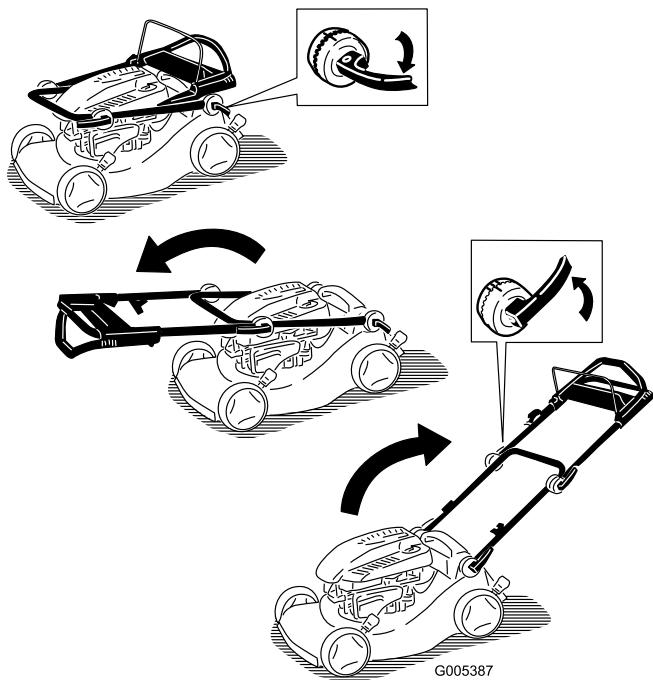

Figura 3
1. Abra los cierres del manillar, ponga las secciones del manillar en la posición de operación, y bloquee los cierres del manillar (Figura 3).